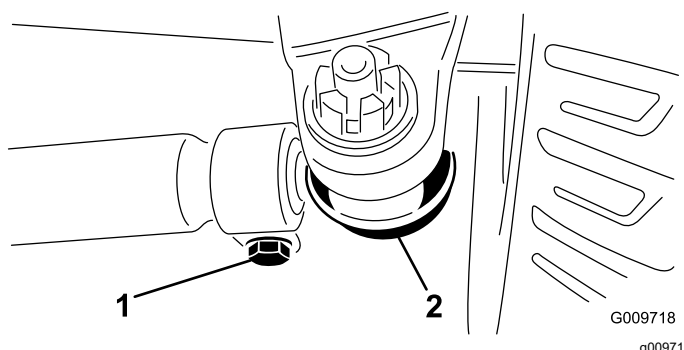

Figura 83
3. Per regolare, togliete la coppiglia e il dado da uno dei giunti a sfera del tirante (Figura 83). Togliete il giunto a sfera del tirante dal supporto della scatola del ponte.
4. Allentate i fermi su entrambe le estremità dei tiranti (Figura 83).